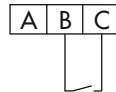

Bild 15: Elektrische Anschlüsse
3. Leitungen gemäß Anschlussbelegung (vgl. Bild 15, Seite 54) auf die Gehäusseklemmen führen.